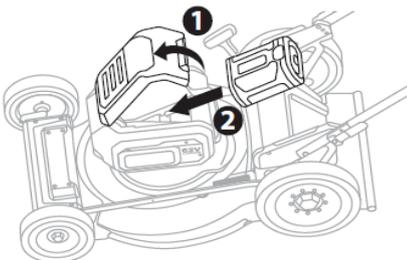

Рис. 7
1. Откройте батарейный отсек (1) (Рис. 7).
2. Установите батарею в батарейный слот (2) (Рис. 7).